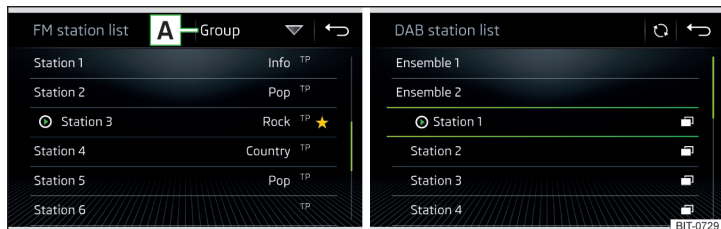

Fig. 190 Exemplu de listă a posturilor de radio FM/DAB disponibile
- ▶ Pentru **sortarea** (FM) posturilor de radio în ordine alfabetică, după grupă sau gen, atingeți suprafața de comandă funcții **A** » fig. 190 » **!**.
- ▶ Pentru **filtrarea** posturilor în funcție de tipul programului (de ex. cultural, muzical, sportiv etc.), atingeți în lista de posturi FM (cu funcția RDS activată) și în lista de posturi DAB (la selectarea sortării alfabetică a listei de posturi) suprafața de comandă funcții **A** » fig. 190.
- ▶ Pentru actualizarea **manuală**, atingeți suprafața de comandă funcții. ⏮ » fig. 190.